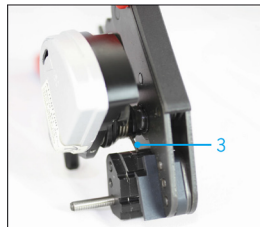
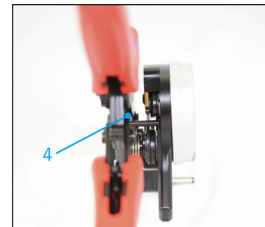

Abb. 12
Abb. 13
- Neue Schneideinrichtung in den Zangenkörper so einsetzen, dass sich das abgewinkelte Ende der Rückholfeder (3, Abb. 12) hinter der unteren Zangenmatrize befindet und sich der Anschlagstift (4, Abb. 13) der Schneideinrichtung hinter der Anschlagkante des Schwenkhebels befindet.